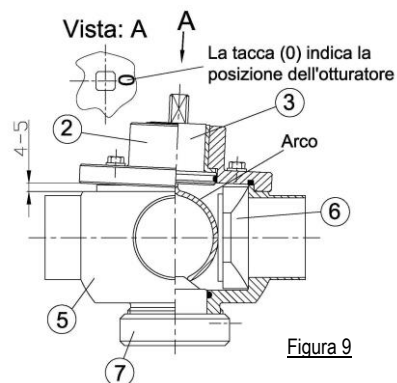

Figura 9
- Inserimento della bussola (9) nel coperchio cuscinetti (2).
- Inserimento degli O-ring (4), (8) e (10).
- Assemblaggio dell'albero di comando con l'arco (3) e del coperchio cuscinetti (2). Osservare la tacca (0) presente sul rettangolo dell'albero di comando (3) → indica la posizione dell'otturatore (6) (vedere la figura 9).
- Inserimento dell'otturatore (6) nel corpo valvola (5).
- Montaggio dell'albero di comando con arco (3) insieme al coperchio cuscinetti (2) sul corpo valvola (5) come segue:
- L'arco dell'albero di comando (3) è prodotto in modo da esercitare una pressione definita quando viene montato sull'otturatore (6) il coperchio cuscinetti (2), a causa delle caratteristiche di pretensionamento dell'arco, sta dalla parte opposta dell'otturatore a ca. 4-5 mm di distanza dall'alto (5) rispetto al corpo valvola (vedere figura 9).